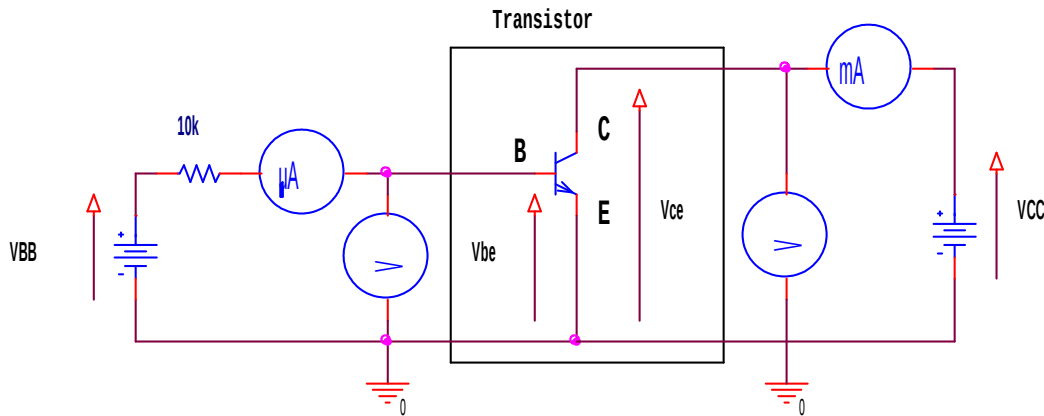

Fig. 1 Schema elettrico per ricavare le curve caratteristiche di un transistor
Lo scopo di questa esperienza è quello di ricavare la caratteristica in uscita ed in ingresso del transistor BJT. Lo schema elettrico consigliato è presentato in fig. 1 dove il transistor è collegato ad emettitore comune.
1. Realizzare il circuito di fig. 1 utilizzando due multimetri digitali e due analogici.